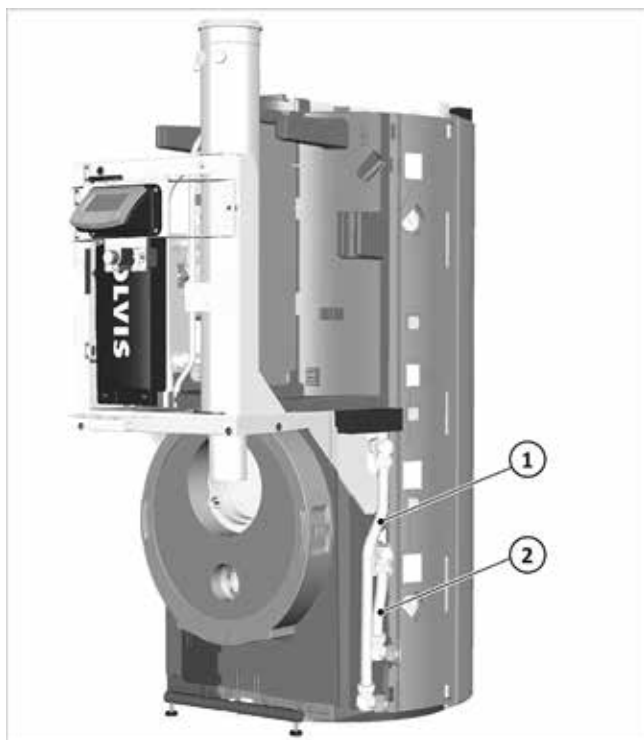
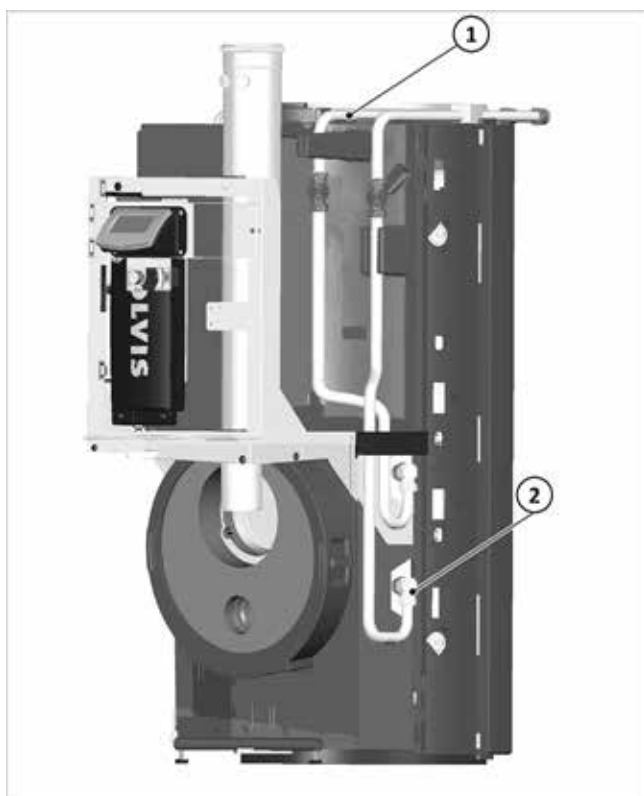

Fig. 7: Attacchi est. HKS in basso
Fig. 8: Tubi per est. HKS indirizzato verso il retro
3. Senza HKS incorporato: La mandata riscaldamento alla valvola di commutatore a 3 vie è collegata al tuba di mandata dei circuiti di riscaldamento (vedi (2) nella → fig. 7 oppure fig. 8, pag. 11).